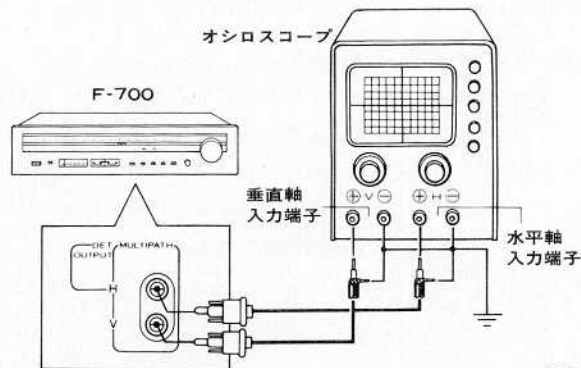

図7
1. 図7のようにマルチパス出力端子の水平端子(H)をオシロスコープの水平軸入力端子(HORIZ)へつなぎ垂直端子(V)をオシロスコープの垂直軸入力端子(VERT)へ良質のシールド線でつなぎます。